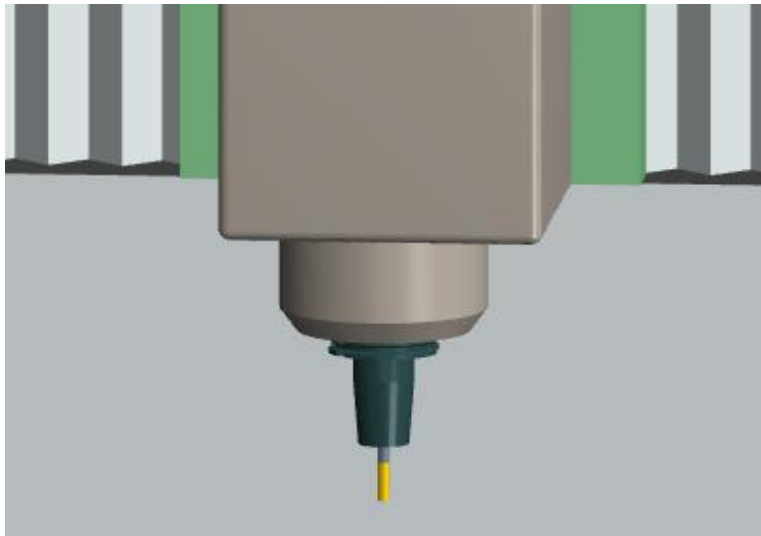

图 2 正确安装刀具体（示例）
- (6) 在 CMVM 软件中，选手完成刀柄的新建，导入自行设计的刀柄实体，实现立铣刀刀具和刀柄的组装，并正确安装在机床的主轴上，示意图如图 2 所示：